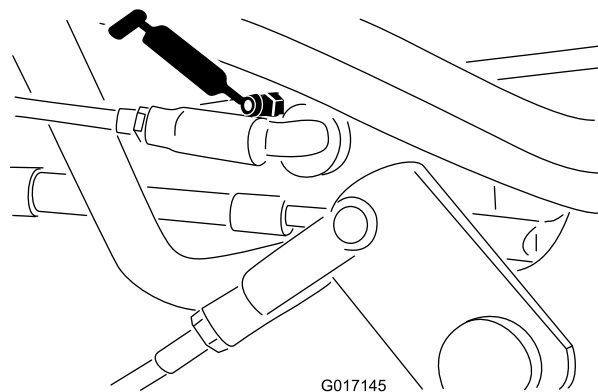
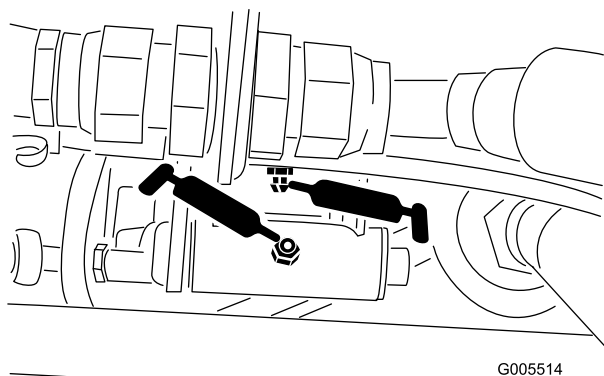

Figure 44
Figure 43
- Tringlerie de sélecteur de vitesses (Figure 43 et Figure 44)